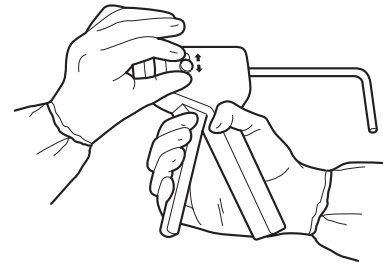

Figure 2
2. Pousser le sélecteur de vitesse vers l'arrière, puis vers le haut ou le bas pour choisir la vitesse souhaitée (Figure 2). Voir la section *Réglages de l'injection de ciment*.